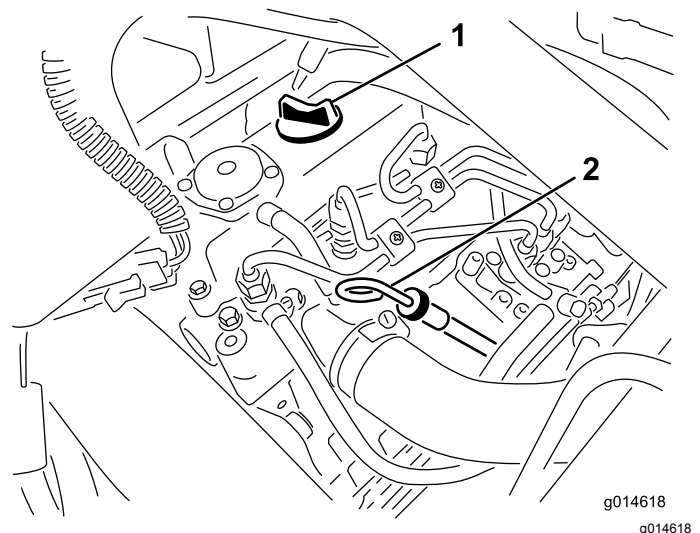

Figura 25
2. Retire la varilla y límpiela con un paño limpio (Figura 25).